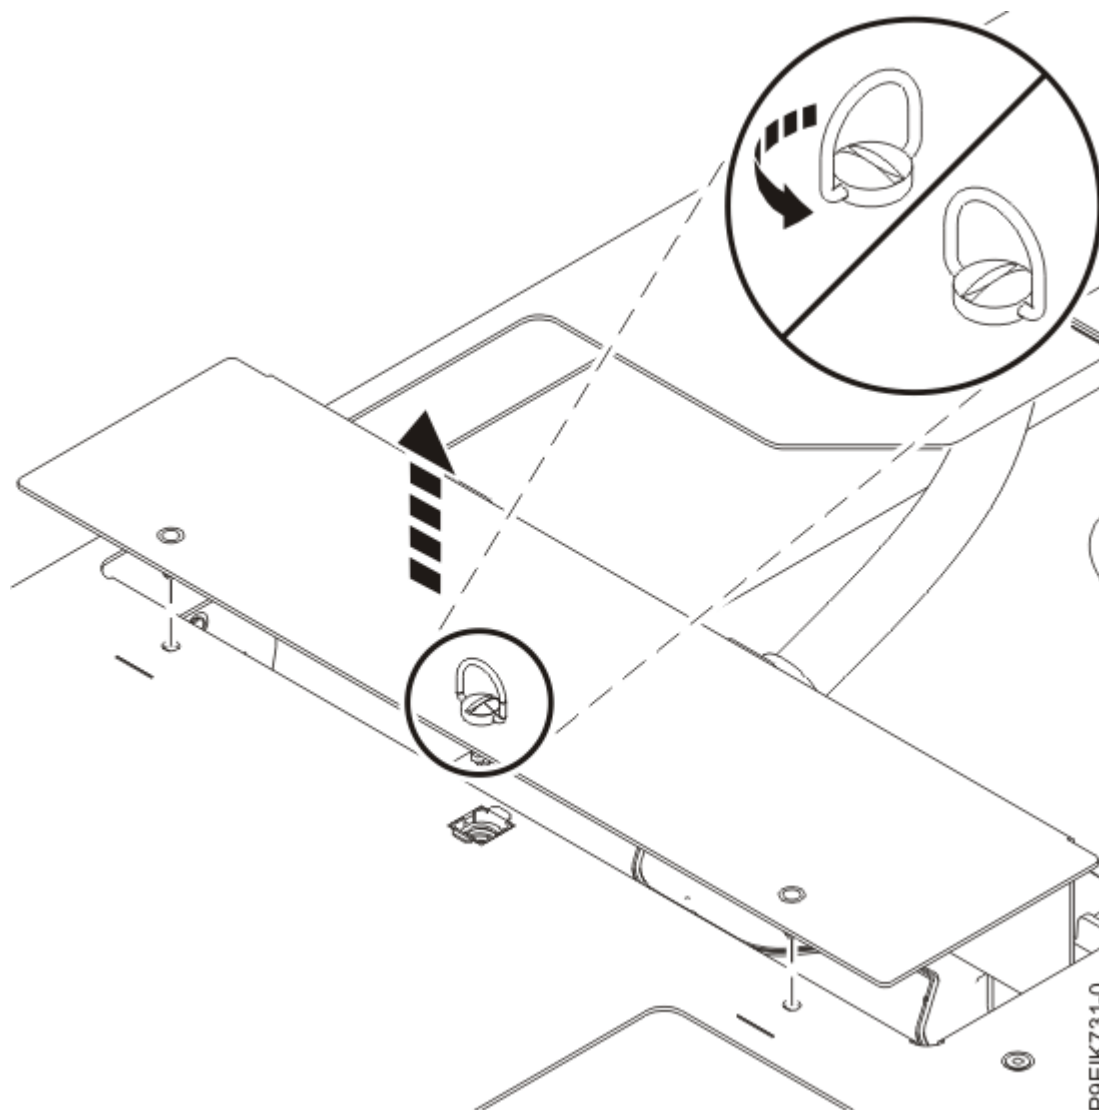

Figura 32. Extracción del receptáculo de la placa refrigeradora de la GPU de la portadora
a) Desatornille el receptáculo de la placa refrigeradora de la GPU de la portadora de instalación de la placa refrigeradora, tal como se muestra en la Figura 32 en la página 35.